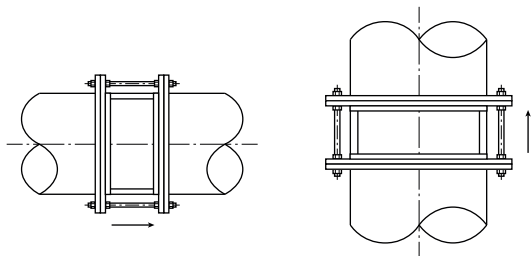
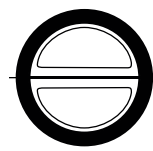

Рис. 1
Рис. 2
2. Клапан необходимо устанавливать в таком положении, чтобы были задействованы обе створки, как на рис. 1. Недопустима установка клапана как на рис. 2 и рис. 3.